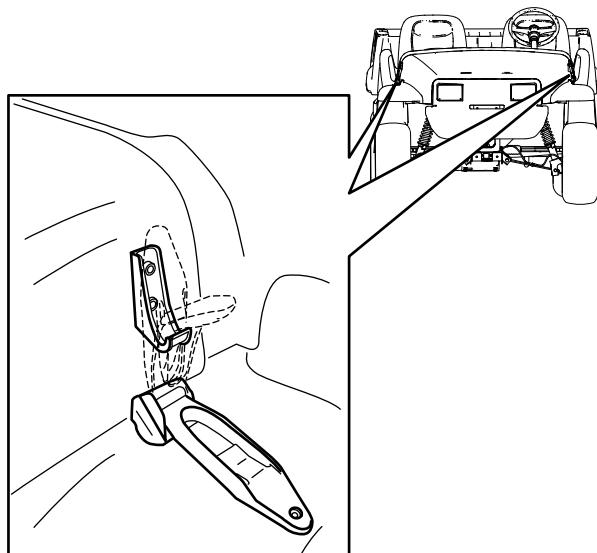

図 28
1. フードの両側についているゴム製ラッチのハンドルを上げる図 28。
2. フードの両側で、ゴム製ラッチとラッチアンカーをそろえてラッチを掛ける(図 28)。